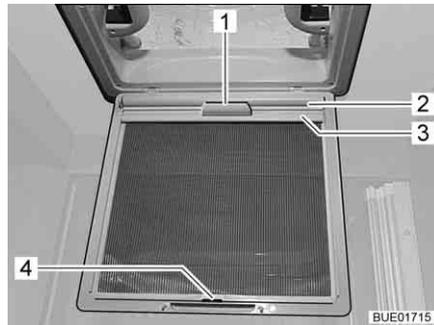

Fig. 86 Persiana oscurecedora enrollable
- Extraer la persiana oscurecedora enrollable (Fig. 86,2) por el tirador (Fig. 86,1) y enganchar el listón de sujeción (Fig. 86,3) en el gancho (Fig. 86,4) en la protección contra insectos.
- Desenganchar el listón de sujeción (Fig. 86,3) del gancho (Fig. 86,4) y regresar la persiana oscurecedora enrollable (Fig. 86,2) lentamente por el tirador (Fig. 86,1).